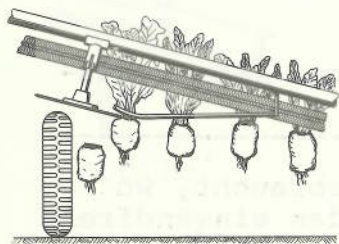

Abb.17
5. Abb. 17 zeigt, wie die Runkelrüben dem Schneidwerk zugeführt werden.